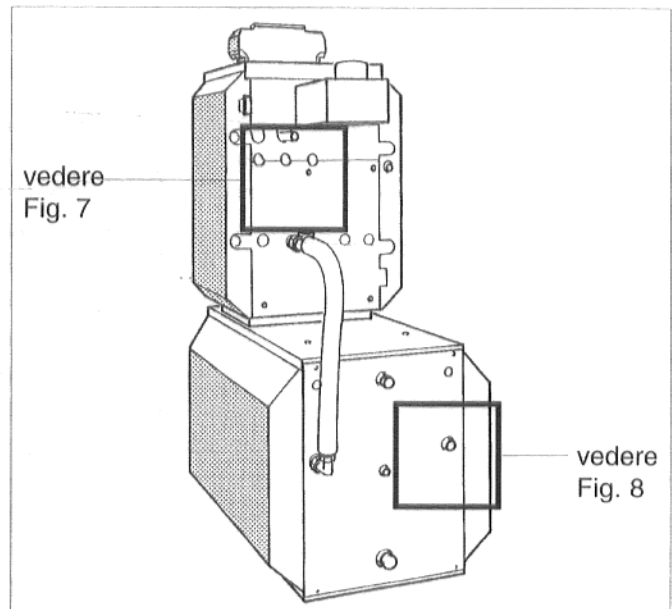

Fig. 6: Vista posteriore, attacco di ritorno montato
- Inserire l'anello torrico nella scanalatura del nipplo doppio ed avvitare il nipplo doppio nella mandata accumulatore alla caldaia. (Fig. 6 e 7).
- Applicare la guarnizione piatta nel dado a risvolto del tubo metallico ondulado più lungo, preformare il tubo metallico ed avvitarlo forte al nipplo doppio (Fig. 6 e 7).
- Applicare la guarnizione piatta nel dado a risvolto della valvola di ritegno ed avvitare forte la valvola di ritegno alla mandata accumulatore (Fig. 6 e 8).
- Applicare la guarnizione piatta per la pompa ($\text{Ø } 44 \times 28 \times 2$) nell'altro dado a risvolto della valvola di ritegno ed avvitare forte la pompa di carico dell'accumulatore alla valvola di ritegno con la direzione del flusso rivolta verso il basso (Fig. 6 e 8).
- Applicare nel pezzo di riduzione la seconda guarnizione piatta per la pompa ($\text{Ø } 44 \times 28 \times 2$) ed avvitare stringendo il pezzo di riduzione al tronchetto di aspirazione della pompa di carico dell'accumulatore (Fig. 6 e 8).
- Applicare la guarnizione piatta nel secondo dado a risvolto del tubo metallico ondulado ed avvitare forte il tubo metallico ondulado al pezzo di riduzione (Fig. 6 e 8).